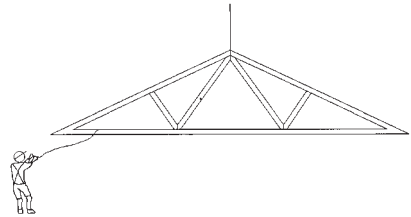

BILD 9: Anschlagen im First bei Binderlänge bis ca. 12 m.
- Binder bis ca. 12 m Spannweite können im First angeschlagen werden **BILD 9**.